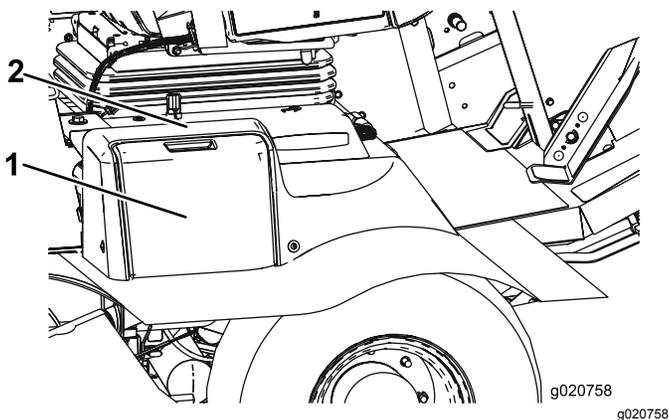

Рисунок 54
1. Откройте крышку аккумулятора (Рисунок 54), сбоку на кожухе.
Примечание: Нажмите на плоскую поверхность над крышкой аккумулятора, чтобы облегчить снятие крышки (Рисунок 54).